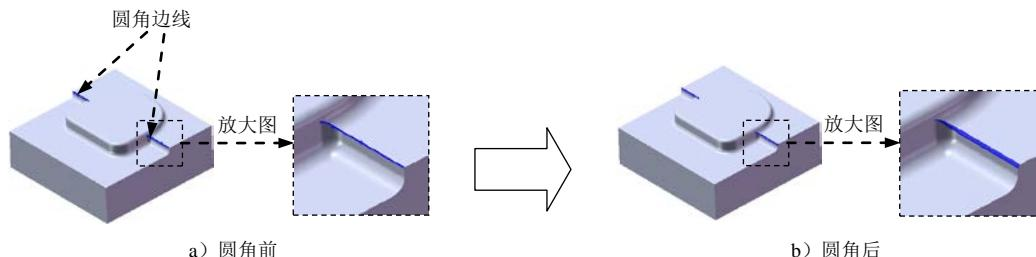

图 14.2.12 圆角4
(5) 单击 \checkmark 按钮，完成圆角3的创建。
Step8. 创建图 14.2.12 所示的圆角4。
(1) 选择命令。选择下拉菜单 $\text{插入(I)} \rightarrow \text{特征(E)} \rightarrow \text{圆角(U)...}$ 命令（或单击 圆角 按钮），系统弹出“圆角”对话框。
(2) 定义圆角类型。采用系统默认的圆角类型。